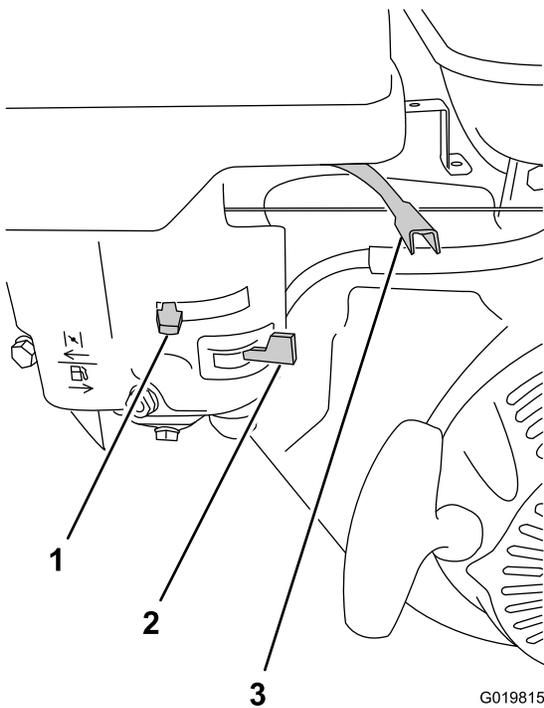

Figura 28
2. Mueva la válvula de combustible a la posición de **ABIERTO**, totalmente hacia la derecha (Figura 28).
3. Mueva la palanca del estérter a la posición de ACTIVADO (Figura 28).